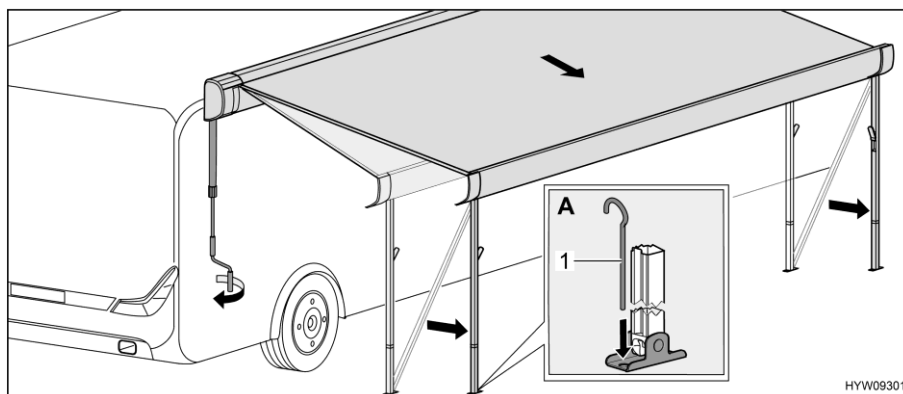

Fig. 48 Placer le store extérieur en position finale
- Fixer les pieds d'appui dans le sol avec des piquets (Fig. 48,1) (Fig. 48,A).